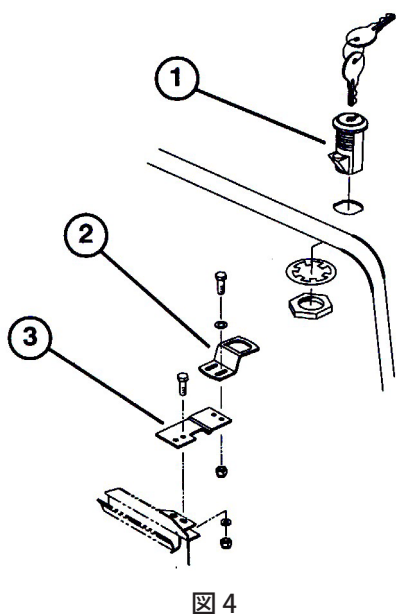

図 4
3. 施錠用のラッチを取り付ける (ロックワッシャ、ナットを使用する)。錠のラッチがマシン側に向くように取り付ける (図 4)。
4. ラジエターのサポートにラッチ用ストラップを仮止めする (1/4 × 3/4 in キャップスクリュ、平ワッシャ、ロックナットを使用する) (図 4)
6. キーを回してスムーズに施錠解錠できることを確認する。キーを抜き取り、なくさないように保管する (図4)。